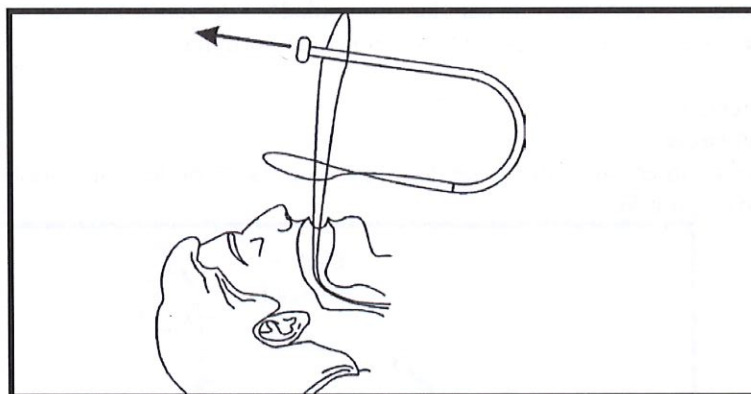

Figura 7
- Pase el extremo abovedado de la sonda para GEP a través del bucle del cable de inserción y tire de toda la sonda para GEP hasta que pase (Figura 7).